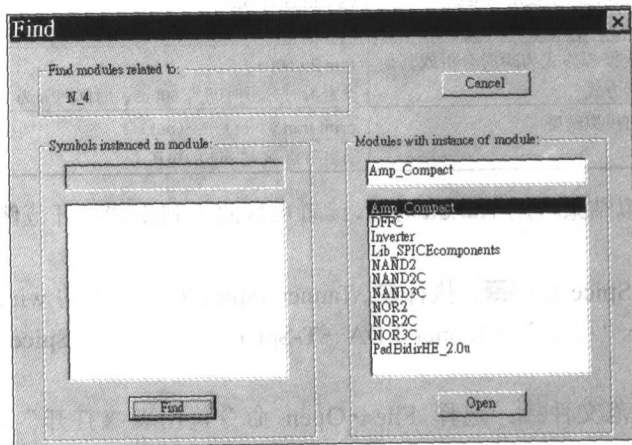

图 1.23 N_4 模块符号模式
(13) 寻找引用到的模块: 选择 Module→Find Module 命令, 打开 Find 对话框, 如图 1.23 所示。